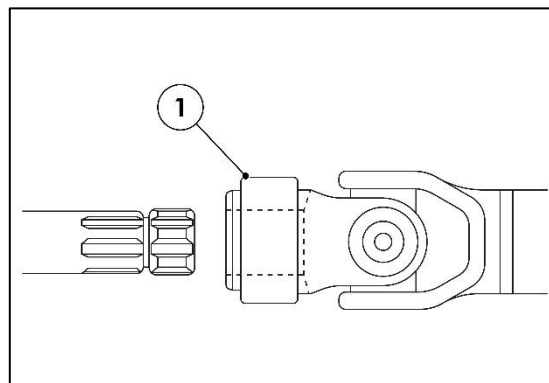

Fig. 84 : ACCOUPLEMENT MÉCANIQUE À EMBOÎTEMENT
1. Un accouplement mécanique à emboîtement se raccorde à l'arbre de prise de force pour la transmission du mouvement aux équipements entraînés par la PDF (Fig. 84).